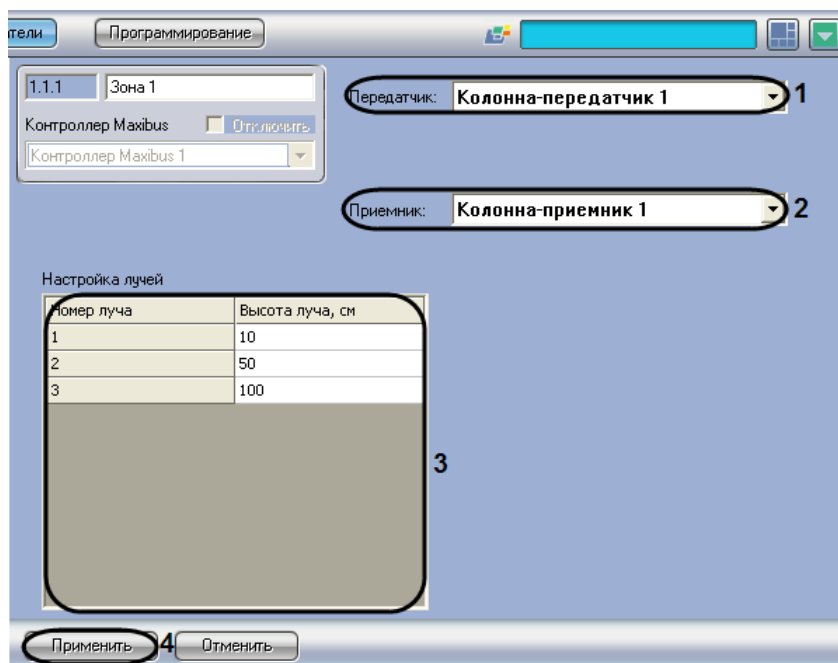

Рис. 3.6-2 Настройка зоны обнаружения
1. Перейти на панель настройки объекта **Зона** (Рис. 3.6-2).
2. Из раскрывающегося списка **Передатчик** выбрать объект **Колонна-передатчик**, соответствующий передатчику барьера *Maxiris* (см. Рис. 3.6-2, 1).
3. Из раскрывающегося списка **Приемник** выбрать объект **Колонна-приемник**, соответствующий приемнику барьера *Maxiris* (см. Рис. 3.6-2, 2).
4. В столбце **Высота лучей** таблицы **Настройка лучей** ввести высоту ИК лучей относительно поверхности земли (см. Рис. 3.6-2, 3).
5. Для сохранения внесенных изменений нажать кнопку **Применить** (см. Рис. 3.6-2, 4).